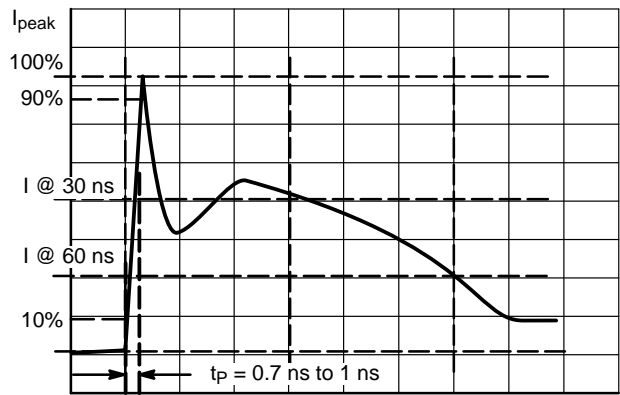

Figure 4. IEC 61000-4-2 Current Waveform
**ESD定格：**これはESD保護ダイオードの生存率です。規定される最も一般的な波形はIEC61000-4-2システム・レベルESD試験で、高速立ち上がり時間と高電流レベルによって区別されます(Figure 4参照)。生存率は一般に下表に示すレベルまたは入力電圧レベルで規定されます。ほとんどのシステム設計者には、 $\pm 8$  kVの接触放電または15 kVの気中放電を規定した試験レベル4までの試験が求められます。ESDダイオード・データシートに記載されるこの定格は未完成とはいえ、保護ダイオードが耐え得る値を示しているに過ぎず、ESDダイオードがESDパルスをクランプする電圧レベルに関しては何の情報も提供していません。